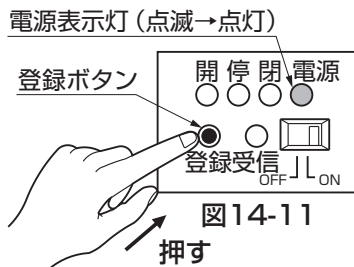

図14-11
- ④リモコン送信器の登録完了後、リモコン受信器の登録ボタンを押して登録または電源表示灯が「点灯」に変わるまで待ってください。(図14-11参照)